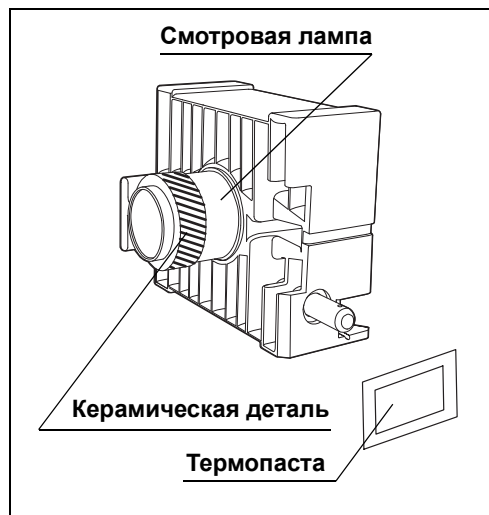

Рисунок 6.10
- 4 Пальцем нанесите термопасту ровным толстым слоем по внешнему периметру минусового электрода смотровой лампы (см. заштрихованные участки на Рис. 6.10).